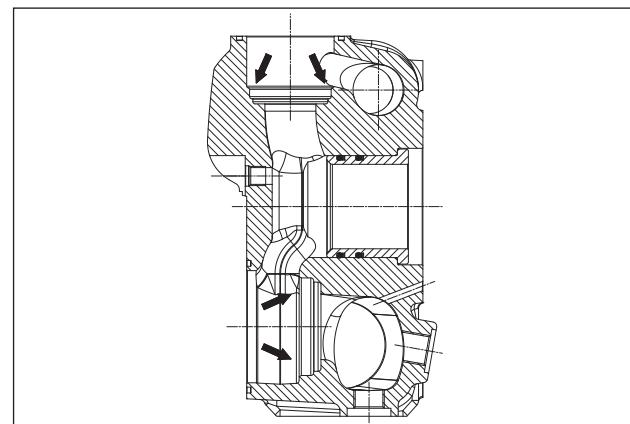

Abb. 145
Vor dem Wiedereinbau der Ventilgruppen reinigen und trocknen Sie gründlich ihre Sitz im Kopf, siehe Pfeile (Pos. ①, Abb. 145).